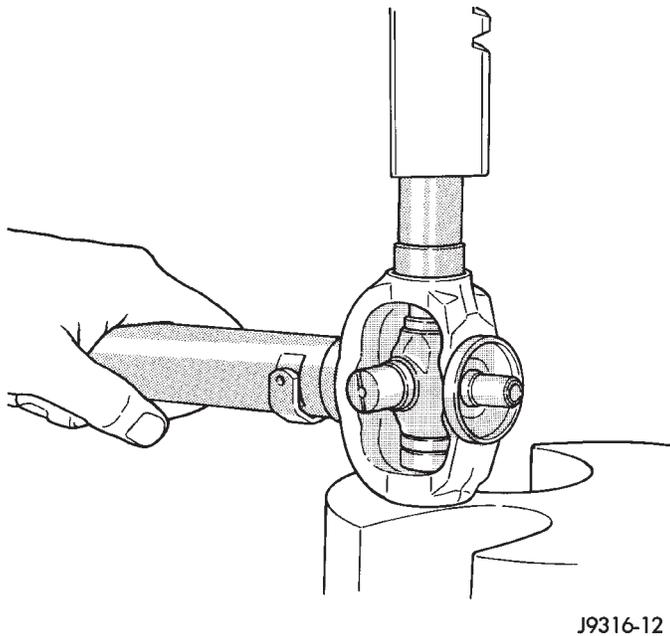

Abb. 30 Lagerdeckel einpressen
- (6) Die Welle umdrehen und den Lagerdeckel am gegenüberliegenden Lager einbauen. Sicherungsring einbauen (Abb. 30).